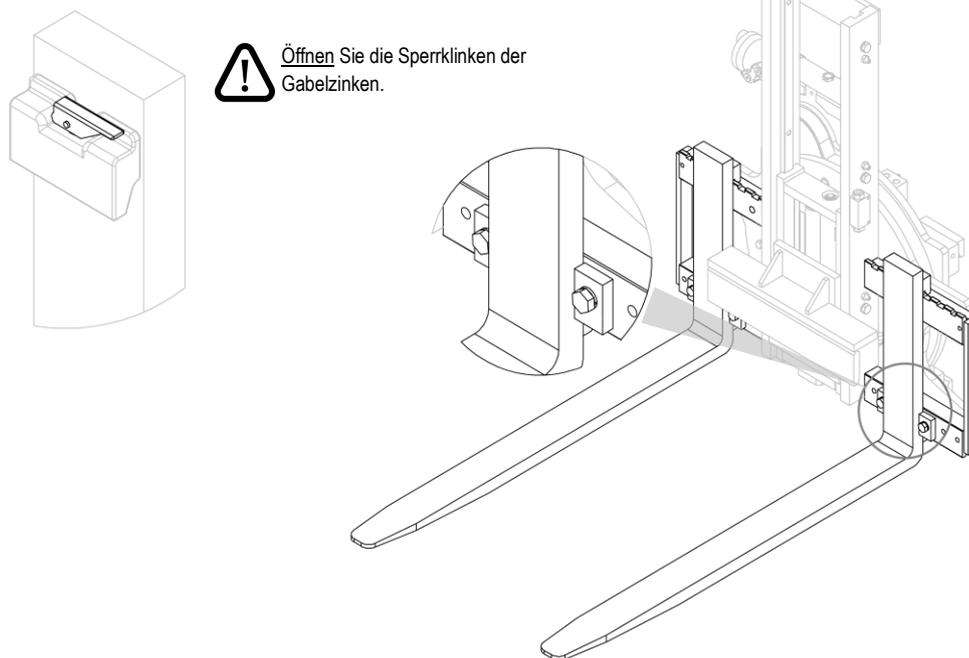
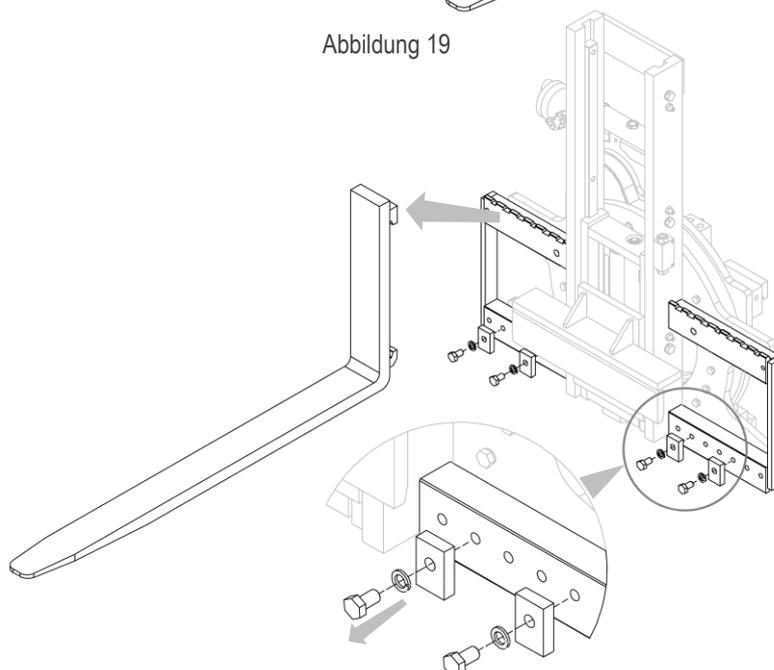

Abbildung 19
Abbildung 20
2. Schrauben Sie die Feststeller der Gabelzinken ab und öffnen Sie die Sperrklinken, um die Gabelzinken abzunehmen (siehe *Abbildung 19* und *Abbildung 20*).